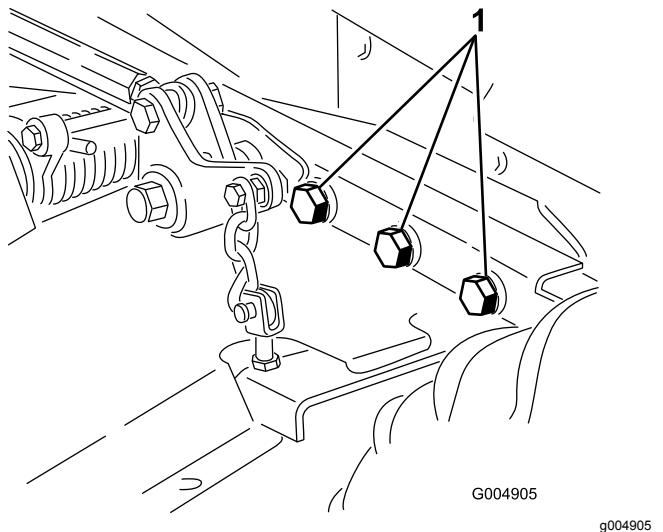

Figure 59
- Vérifiez le serrage de toutes les fixations et resserrez-les au besoin. Serrez les 6 boulons qui fixent le cadre du plateau de coupe au groupe de déplacement (Figure 59) à 359 N·m.